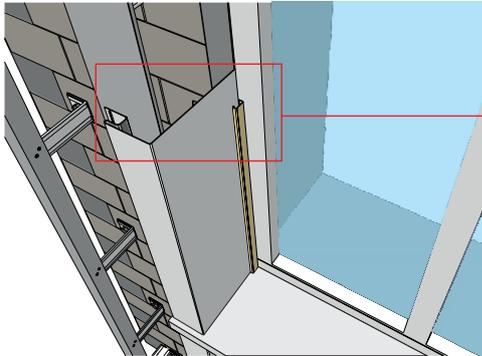

Рисунок 48
- 15.4** Ширина околооконной планки подгоняется и подрезается под глубину оконного проема. Измерьте расстояние от окна до внешней части обрешетки (рис. 48), прибавьте к нему 22 мм. Перенесите это расстояние на широкую часть околооконной планки (рис. 49). Лишнее отрежьте, используя правило, нож или ножницы.